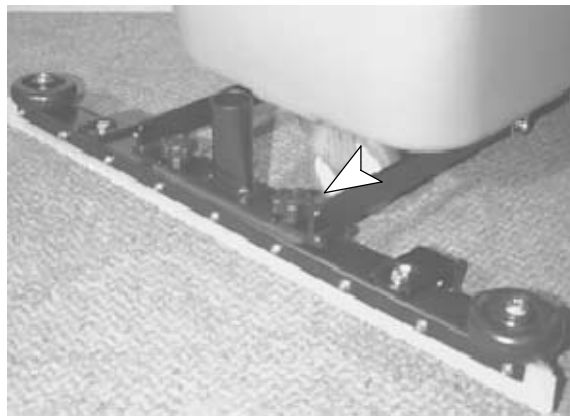

FIG. 6
10. Fixez le bloc de raclage sur le support. Utilisez des vis à oreilles (2) pour la fixation (Figure 6).